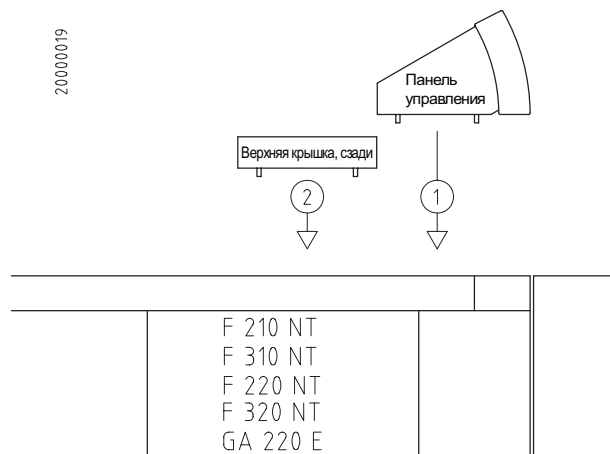

Рис. 5.1
- Поместите панель управления на котел и введите в отверстия на панели (1) (Рис. 5.1)